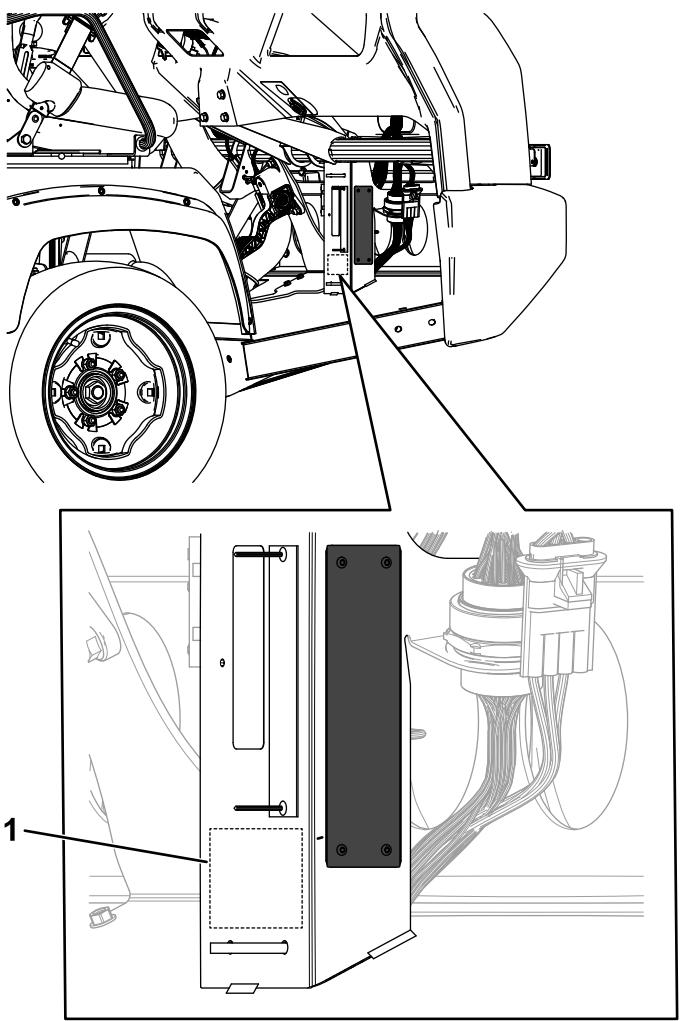

**Figura 8**
1. Instale a placa de número de série utilizando quatro rebites cegos (3 x 10 mm) no local que se mostra em Figura 8.